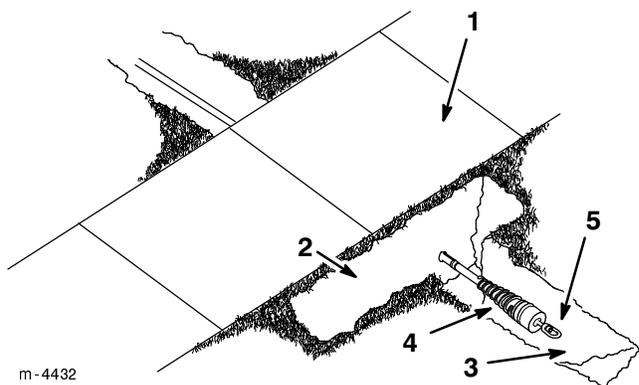

Abbildung 5
15. Mit einer Schaufel vorsichtig den Bohrmeißel so weit freilegen, dass er herausgezogen werden kann (Abb. 5).
16. Den Bohrmeißel herausziehen und den Erweiterungsbohrer anbringen (Abb. 5).
17. Das zu installierende Kabel bzw. Rohr am Drehzapfen am Ende des Erweiterungsbohrers befestigen (Abb. 5).